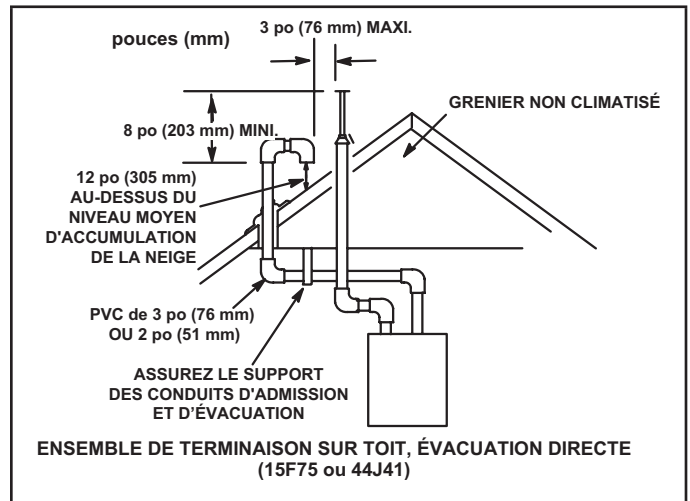

FIGURE 34
Les conduits d'admission et d'évacuation peuvent être acheminés soit horizontalement à travers un mur extérieur, soit verticalement à travers le toit. Pour les installations sous comble ou dans un placard, il est préférable d'utiliser une terminaison verticale à travers le toit. Les FIGURE 34 à FIGURE 41 illustrent des terminaisons typiques.
- 3 - Avec les terminaisons sur toit, le conduit d'admission doit comporter deux coudes à 90° et se terminer verticalement vers le bas (reportez-vous à la FIGURE 34).